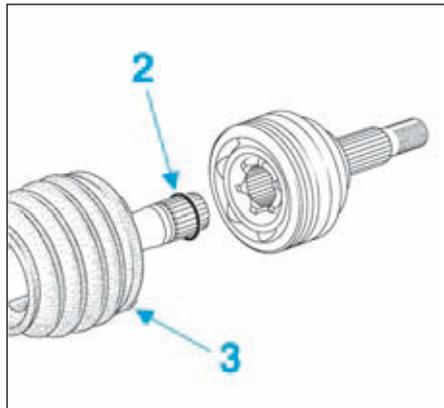

FIG.7
- Déposer le jonc d'arrêt (2) et le soufflet (3) (Fig.7).